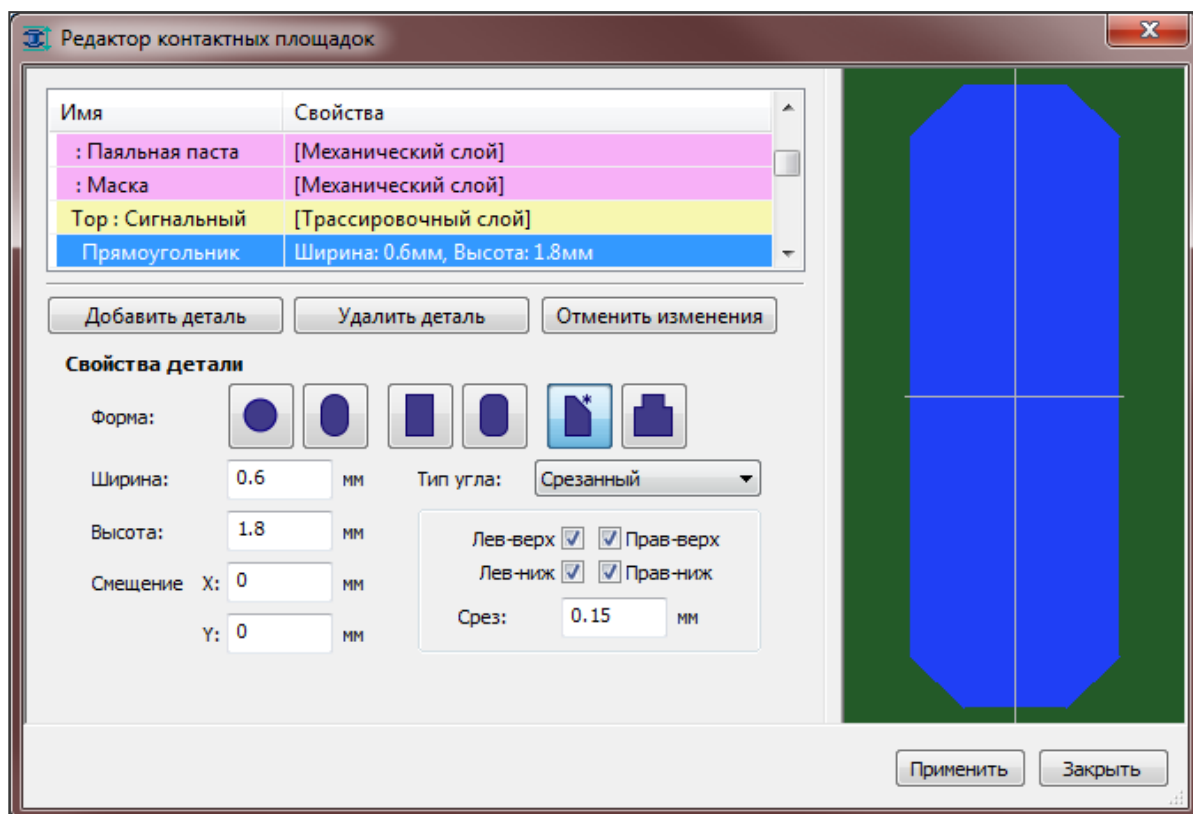

Рис. 2. Прямоугольник со срезанными углами
- прямоугольники со срезанными углами (рис. 2)